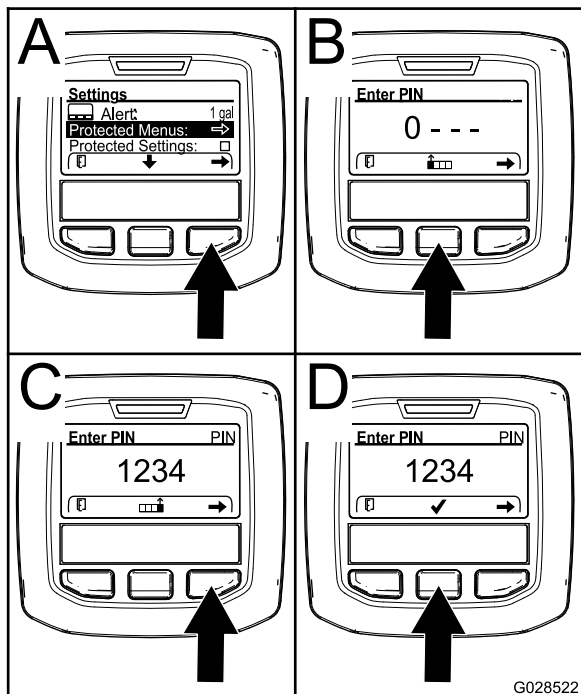

Рисунок 46
- В меню SETTINGS (НАСТРОЙКИ) с помощью средней кнопки прокрутите меню вниз к пункту PROTECTED MENU (ЗАЩИЩЕННОЕ МЕНЮ), и нажмите правую кнопку (Рисунок 46А).
- Чтобы ввести ПИН-код, нажмите среднюю кнопку и удерживайте ее в нажатом положении до появления первой цифры, затем нажмите правую кнопку, чтобы перейти на следующую цифру (Рисунок 46В и Рисунок 46С). Повторяйте этот пункт до тех пор, пока не будет введена последняя цифра, затем нажмите правую кнопку еще раз.